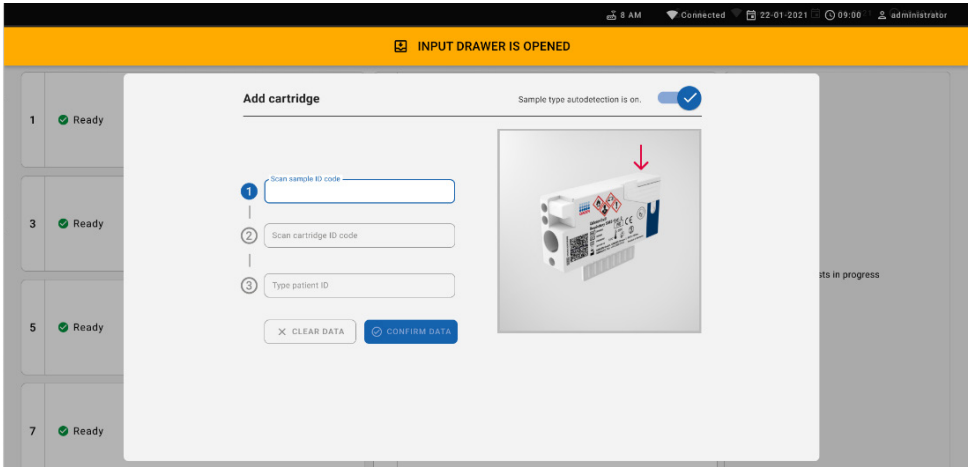

Figura 56. Schermata di scansione dell'ID campione
7. Viene visualizzata la finestra di dialogo **Add cartridge** (Aggiungi cartuccia) e viene attivato lo scanner nella parte anteriore. Eseguire la scansione del codice a barre dell'ID campione attaccata sulla parte superiore della cartuccia QIAstat-Dx Respiratory SARS-CoV-2 Panel davanti allo strumento (posizione indicata dalla freccia) (Figura 56).